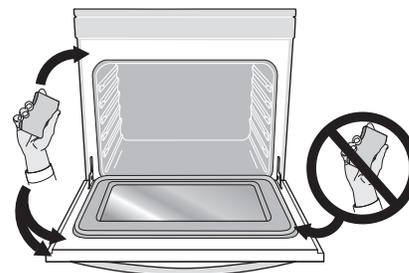

Figure 25 : Zones de la porte du four à nettoyer avec précaution
- Ne pas nettoyer le joint de porte du four (Figure 25). Ne pas utiliser de produits à nettoyer les fours sur le joint de porte. Cela peut endommager le joint. Le matériel tissé de la porte du four est essentiel à une bonne étanchéité. Il faut prendre garde à ne pas frotter, endommager ou enlever le joint de porte.